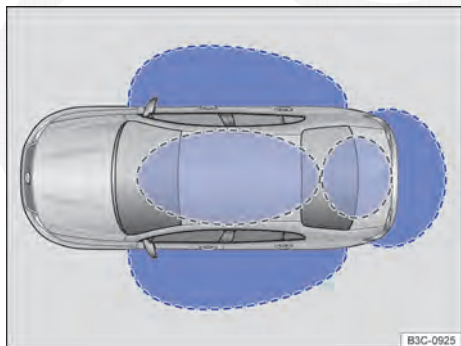

Fig. 43 Sistema de travamento e de partida Keyless Access sem chave: áreas de aproximação.
Keyless Access é um sistema de travamento e de partida sem chave, com o qual o veículo pode ser destravado e travado sem o uso efetivo da chave do veículo. Para isso, é necessário que apenas uma chave do veículo válida esteja na área de aproximação ⇒ Fig. 43 do veículo e que uma superfície dos sensores na maçaneta das portas dianteiras ⇒ Fig. 44 seja tocada, ou que o botão da tampa do compartimento de bagagem ⇒ Página 99 seja acionado ⇒ ①.
Se houver uma chave do veículo válida na área de aproximação ⇒ Fig. 43, o sistema de travamento e de partida Keyless Access sem chave atribui uma autorização de acesso a ela, assim que a superfície do sensor da maçaneta da porta do condutor ou do passageiro dianteiro ou o botão na tampa traseira sejam tocados. Em seguida, são possíveis as seguintes funções sem o uso efetivo da chave do veículo:
Quando o veículo está travado e uma chave do veículo válida se encontra na faixa de proximidade ⇒ Fig. 43 da tampa do compartimento de bagagem, esta destrava automaticamente ao ser aberta.